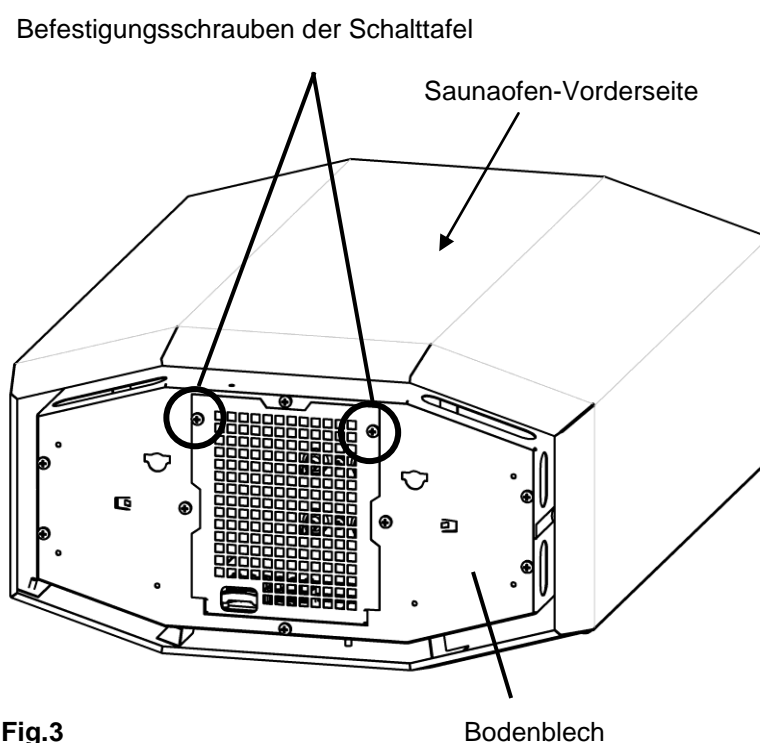

Fig.3
- Lösen der Schalttafel am Saunaofen. Dafür am Bodenblech zwei Kreuzschlitzschrauben lösen (siehe Fig.3)